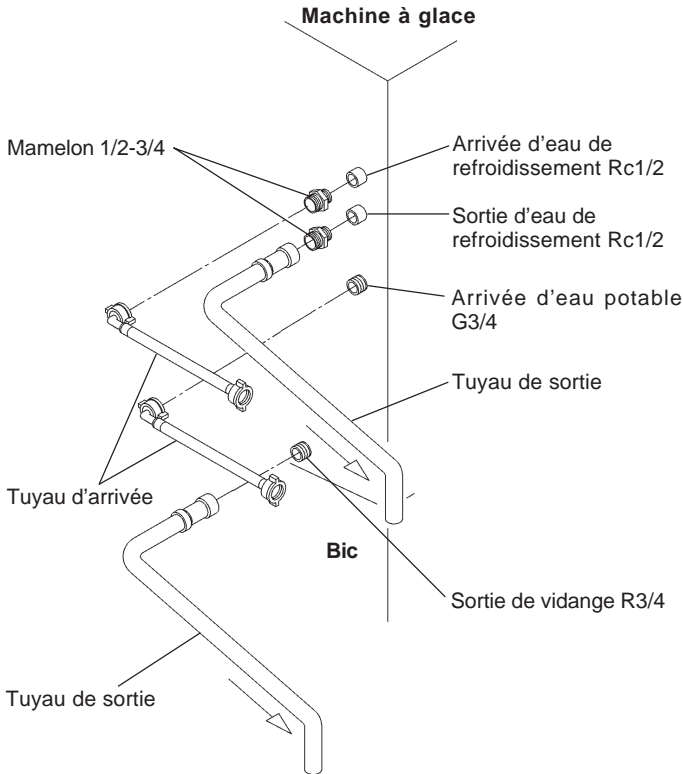

Fig. 11
[b] Branchements conformes à des réglementations autres que celles du WRC à l'aide des tuyaux accessoires (Fig. 11)
- 2) Pour les branchements du condenseur, utiliser les tuyaux accessoires livrés et effectuer les mêmes branchements qu'aux paragraphes 1) à 3) de [a] ci-dessus avec l'extrémité libre des mamelons 1/2-3/4 comme indiqué (Fig. 11).